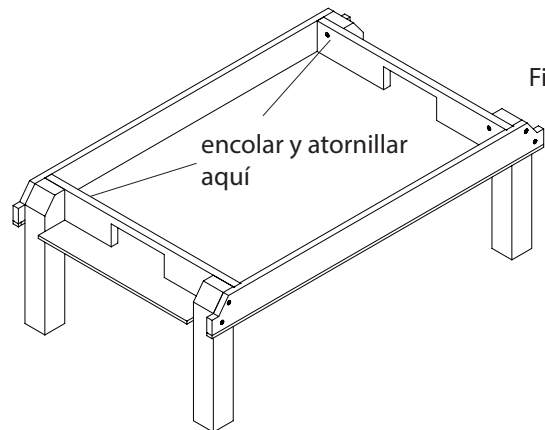

Fig.8
8. Encolar y atornillar los listones para las porterías (3) con sus correspondientes recortes, tal como se enseña en la Fig. 8. Nota: las partes avellanadas apuntan hacia afuera.